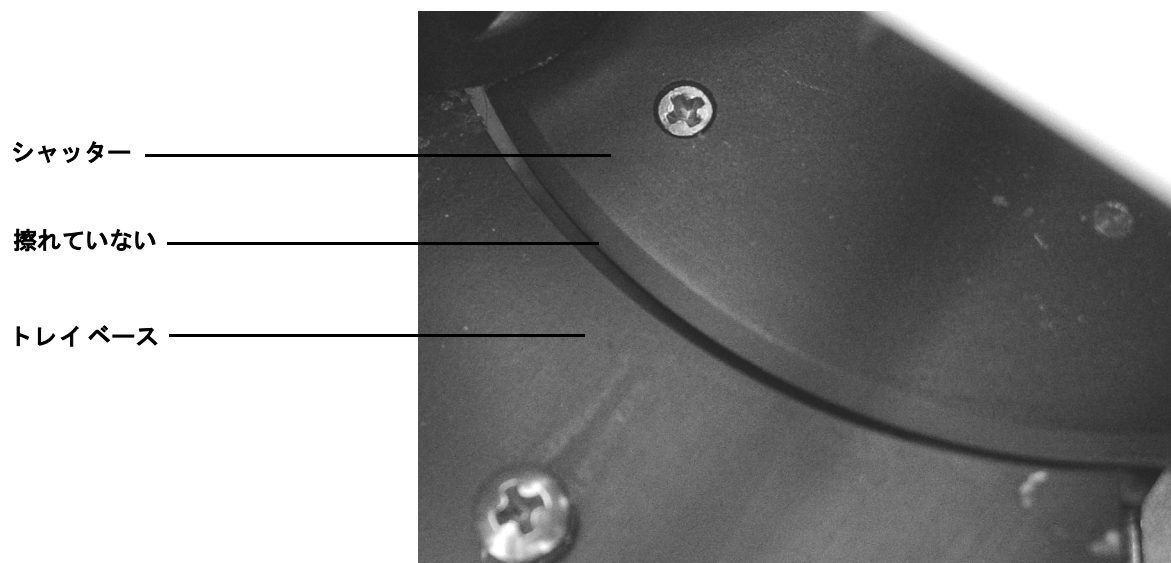

図 22 シャッターの調整
- 1 シャッターがトレイ ベースの縁に触れていないか、目視で点検します。図 22 を参照してください。